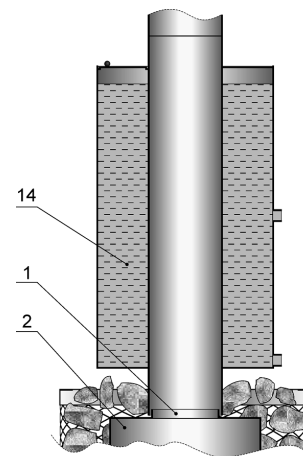
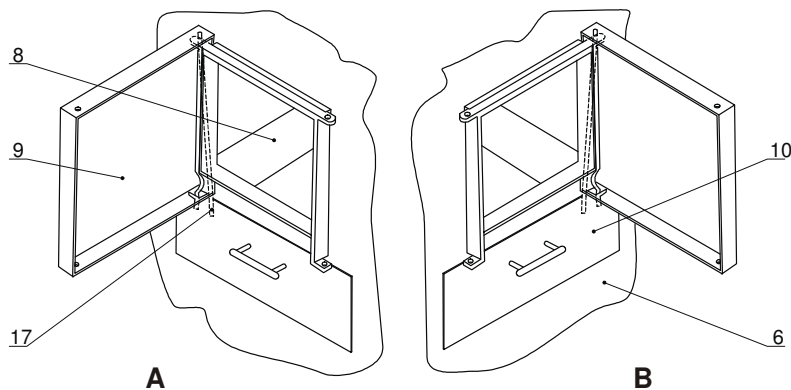

Рис. 1
Рис.2
Корпус печи (см. рис. 1) сварен из стального листа толщиной в 4 мм и обрамлен металлической сеткой (5).
Перед установкой печи необходимо выбрать желаемое направление открывания дверец топки. При необходимости дверцы топки переставить из левого положения (см. рис. 2, вариант А) в правое (вариант В).
Печь **Kalvis-PR3; Kalvis-PR3-S** устанавливается путем высовывания тоннеля загрузки (8) (см. рис. 1, 2, 3) через специально оставленное отверстие в стене (4).
- снять дверцы (9), вытащив ось шарниров (17) дверец, как показано на рис. 2;
- вытащить зольник (10);
- снять передний щит (6), открутив четыре болта крепления;
- через отверстие в стене (4) просунуть тоннель корпуса печи (8);
- промежуток между тоннелем корпуса (8) и краями отверстия стены герметизировать негорючим термоизоляционным материалом (7, см. рис. 1);
- прикрутить передний щит (6) к тоннелю (8) корпуса котла;
- вставить дверцы (9) назад в передний щит (6), выбрав желаемую сторону открывания (вариант А или В, см. рис. 2.), крепя их просунув сверху ось шарниров (17);
- вставить зольник (10).